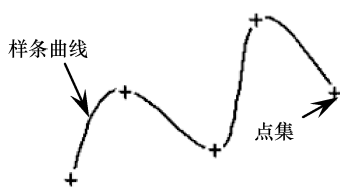

图 5-31 样条点
- 样条点：绘制样条时，以样条的定义点、结点或极点作为点集，也就是在绘制样条曲线的时候，一般先输入一些点，通过这些点来绘制曲线，在用这种类型方法来创建点集的时候，实际上就是把原来的点调出来，如图5-31所示。